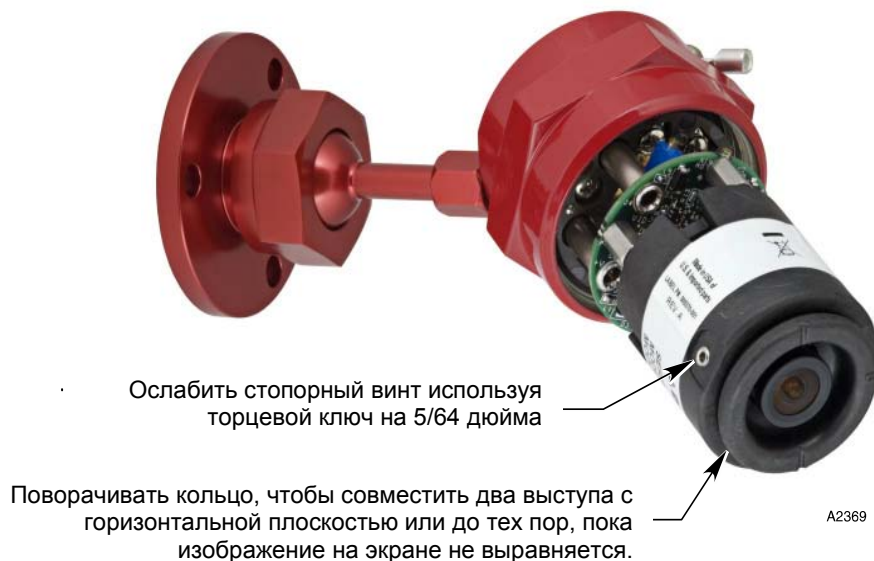

Рис. 7. Общий вид видеомодуля камеры xWatch.
2. Ослабьте стопорный винт сбоку видеомодуля, см. рис. 7.